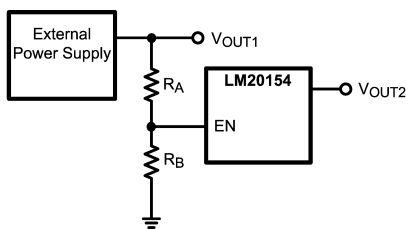

FIGURE 6. Sequencing LM20154 with Precision Enable
LM20154 の高精度イネーブル (EN) ピンおよびパワーグッド (PGOOD) ピンを使って、多くのシーケンス要件に対応できます。Figure 6 に示すとおり、2 つの外部抵抗を使用することにより、高精度イネーブル・ピンで LM20154 のターンオンを制御できます。